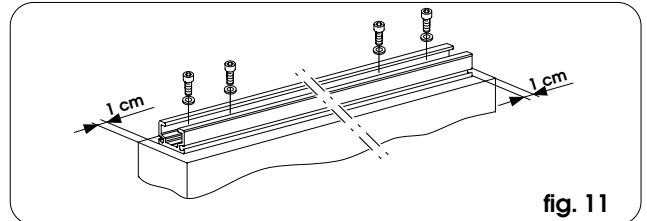

fig. 11
- Monter le profil de fixation du vantail sur la partie supérieure du vantail en utilisant les vis adéquates, en respectant les cotes reportées dans la fig. 11.